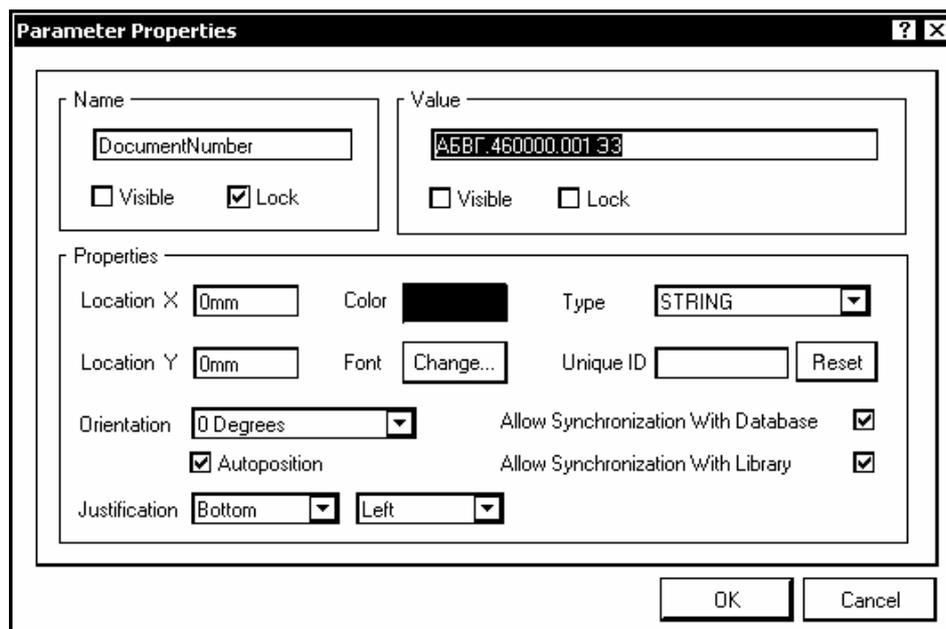

Рис. 4.4
4. Выбрать в списке параметров (реквизитов документа), по очереди, необходимые реквизиты документа и для каждого двойным щелчком левой клавиши мыши на пустом поле колонки Value открыть диалог редактирования свойств реквизита – Parameter Properties (рис. 4.4).